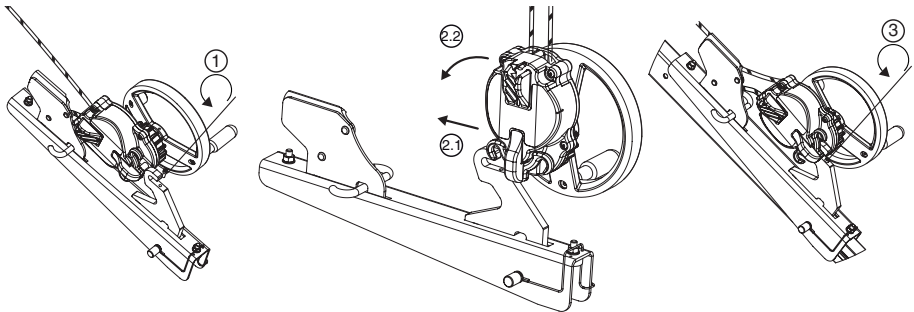

Fig. 8
### 6.3.4. Appareil Derope™ UP R (Fig. 8, 9 et 10)
L'appareil Derope™ UP R doit être fixé sur la jambe du trépied trapode de Tractel® comme indiqué sur la Fig.8. Toute autre fixation en un autre point du trépied trapode de Tractel® est interdite.
1. Dévisser la vis de blocage du crochet d'accrochage de la console pour appareil Derope™ UP R (Fig. 8, 1).
2. Mettre en place l'appareil Derope™ UP R sur le crochet d'accrochage (Fig. 8, 2.1 – 2.2).
3. Revisser la vis de blocage afin d'empêcher l'appareil de se désolidariser de sa console (Fig. 8, 3) et vérifier qu'elle est bien mise en place et serrée.